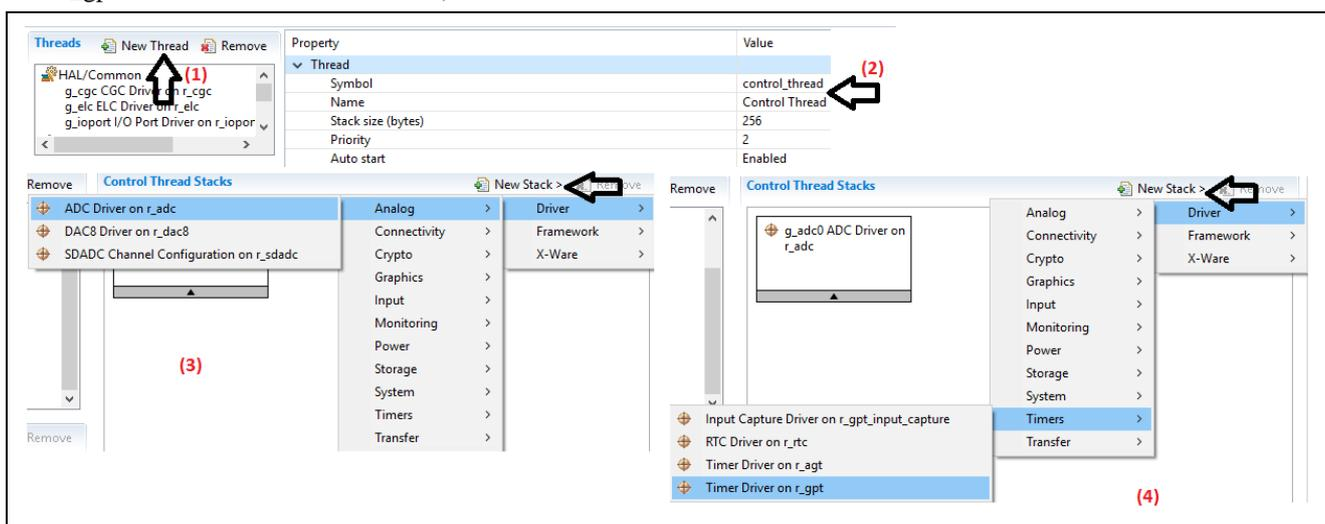

図 5 ADC と r\_gpt ドライバモジュールを追加
2. 図 5 に示すように、新しいスレッドのプロパティを設定します。
3. [Control Thread Stacks] ウィンドウで [New Stack] をクリックして、図 5 に示すように ADC ドライバ ([ADC Driver on r\_adc]、r\_adc に対応する ADC ドライバ) モジュールと、GPT ドライバ ([Timer driver on r\_gpt]、r\_gpt に対応するタイマドライバ) モジュールを追加します。